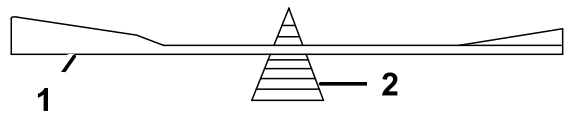

図 84
2. ブレードバランサーを使ってバランスを調べる 図 84。